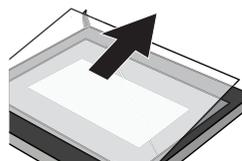

Figura 5
5. Spingere il vetro nella posizione indicata dalla freccia in Figura 5. Estrarre con delicatezza il vetro dall'incavo.